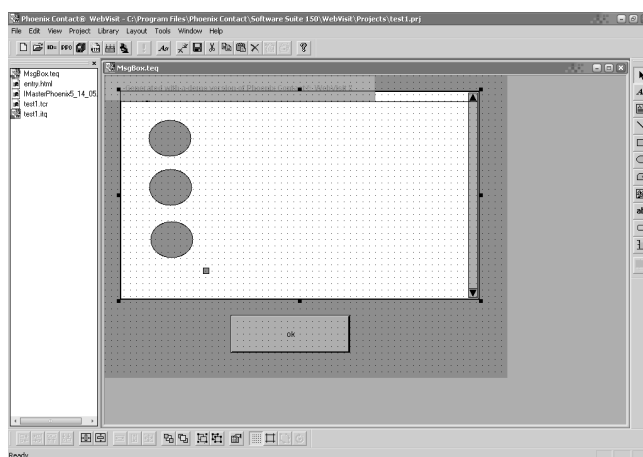

Рис. 4. Окно визуализации
6. В качестве результата мы должны нарисовать три окружности, соответствующие трем сигналам светофора (рис. 4).